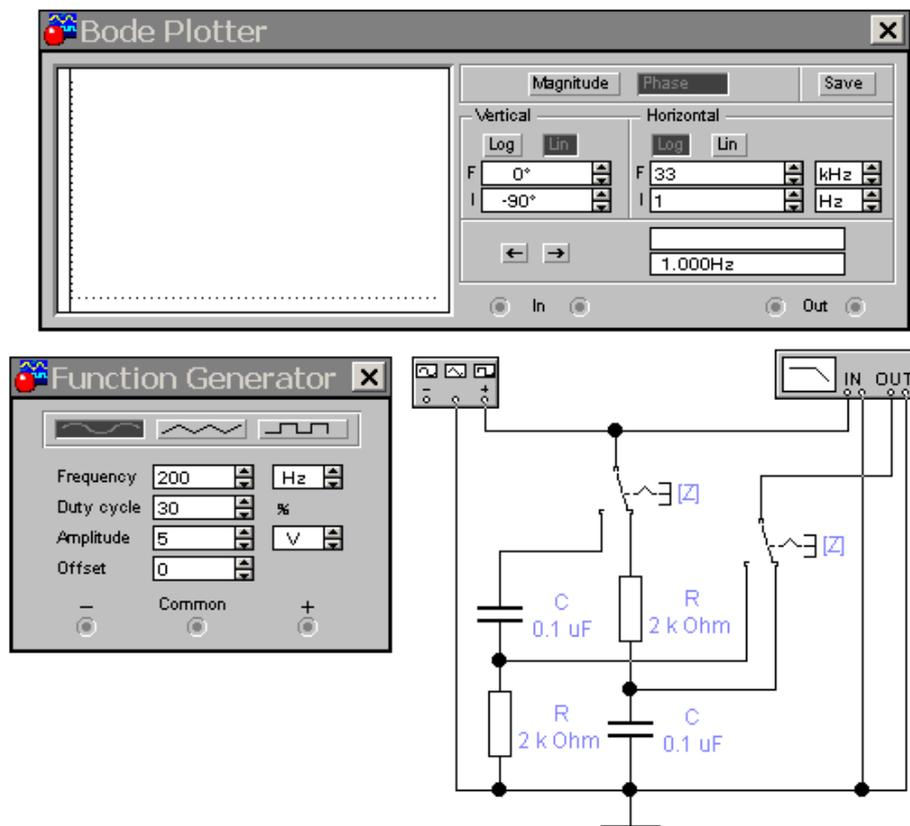

Рисунок 6.2 – Схема измерений АЧХ RC фильтров
6.2.2 Открыть файл frc.ewb со схемой, показанной на рис. 6.2.